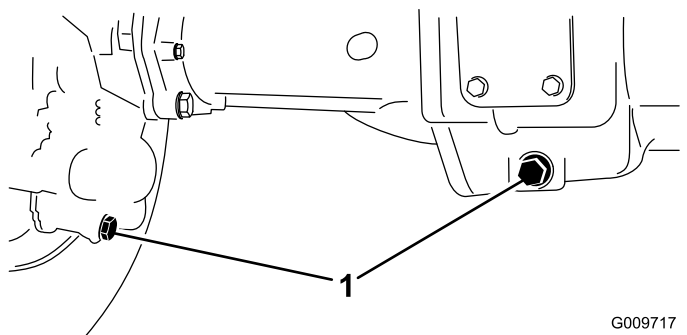

図 58
2. ドレンプラグそれぞれの端部に1本ずつ、中央に1本全部で3本の周囲をきれいにする図 58。